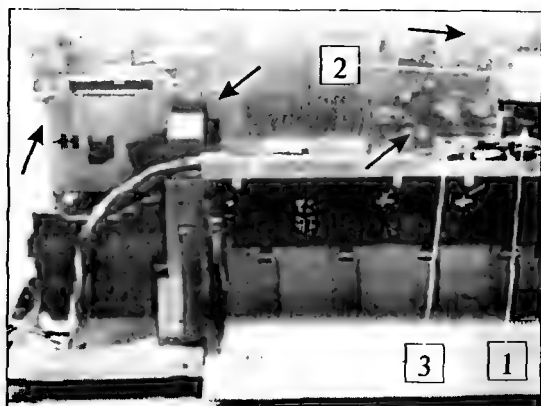
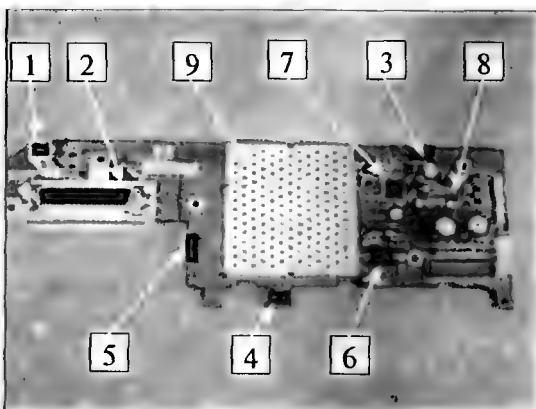

Рис. 4.11
Рис. 4.12
6. Снимают главную плату электроники. Отсоединяют разъемы от платы (рис. 4.11), где цифрами обозначены: 1 — разъем блока питания, 2 — разъем каретки с картриджами, 3 — разъем жгута электрической части. Далее откручивают пять винтов ее крепления к основанию принтера и снимают плату. На рис. 4.12 приведен ее внешний вид, где: 1 — USB-порт, 2 — LPT-порт, 3 — оптический датчик закрытия верхней крышки (его активатор находится непосредственно на самой крышке), 4 — оптический датчик определения подачи бумаги и переднего края листа (его активатор находится на прижимной плоскости (рис. 4.13), 5 — оптический датчик закрытия задней поворотной стенки (его активатор находится в правом основании принтера (рис. 4.14), 6 — микросхема
В этом случае вероятнее всего неисправна основная плата (рис. 4.12), а точнее — микросхема управления и контроля питания 7 или ее внешние элементы 8. Предохранители на плате отсутствуют, элементы проверяют методом визуального осмотра. При этом следует отключить шлейф 2 (рис. 4.11) каретки и разъем питания шагового двигателя. Также причиной подобного дефекта может быть выход из строя микросхемы управления этим двигателем.